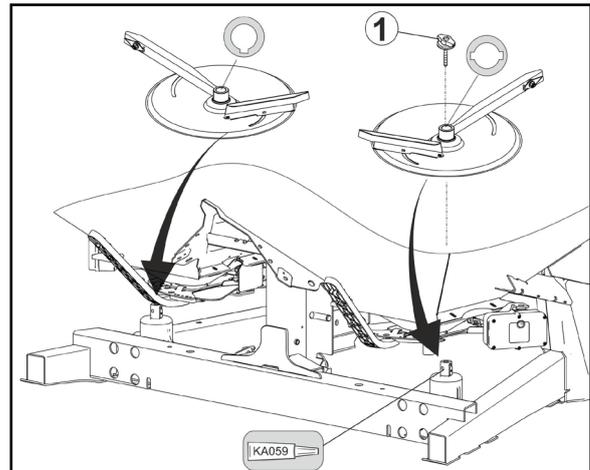

Fig. 53
1. Flügelmutter (Fig. 53/1) entfernen.